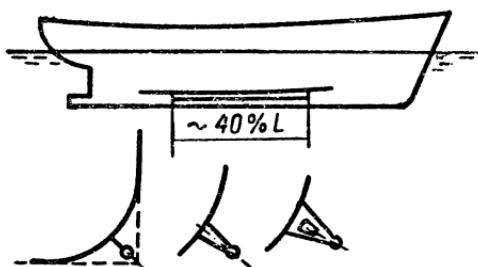

Рис. 10. Скуловые кили и их конструкции.
*Скуловые кили* (рис. 10) — самые простые пассивные успокоители. Состоят они из стальных пластин, устанавливаемых в районе скулы в средней части судна примерно на протяжении  $\frac{1}{3}$  части его длины. Эти кили вызывают дополнительное сопротивление при бортовой качке и весьма ощутимо (до двух раз) уменьшают ее амплитуду.